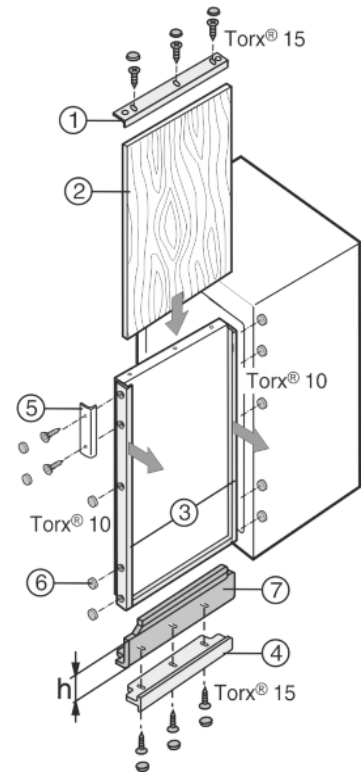

Fig. 7
- Schroef de decorlijst Fig. 7 (1, 4) er aan de bovenkant af.
- Aan alle andere decorlijsten Fig. 7 (3, 4) de schroeven alleen losdraaien en de decorlijsten naar voren schuiven.
- Decorplaat Fig. 7 (2) inschuiven.
- Schuif de decorlijsten Fig. 7 (3, 4) terug en schroef ze vast.
- Schroef de decorlijst Fig. 7 (1, 4) aan de bovenkant weer vast.
- Schroef de handgreep Fig. 7 (6) erop.
- Op alle schroefkoppen de afdekkapjes Fig. 7 (7) vastklikken.
Wanneer er al een decorplaat aanwezig is, maar de hoogte hiervan te klein is, kan deze met opvulstroken Fig. 7 (7) van verschillende hoogtes worden aangepast.
- Schroef de decorlijsten Fig. 7 (1, 4) er aan boven- en onderzijde af.
- Plaats de opvulstroken Fig. 7 (8, 9) aan de onder- en/of bovenzijde.
- Zet de decorlijsten Fig. 7 (1, 5) daaroverheen en schroef ze vast.